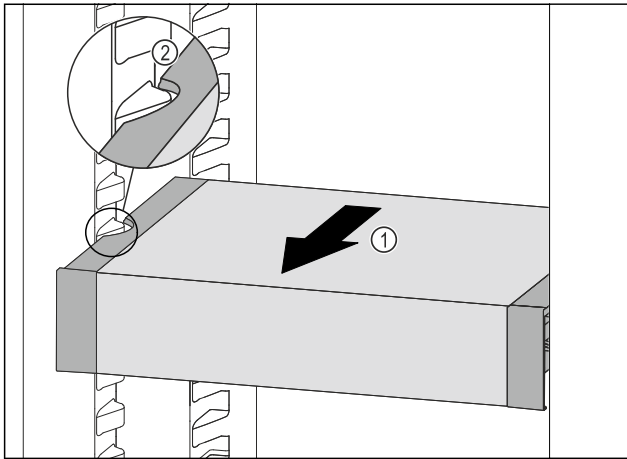

Fig. 65
- ▶ Потягнути VarioSafe вперед Fig. 65 (1), поки бокові заглиблення VarioSafe не опиняться на рівні ребра для емпності в охолоджувальному відділенні. Fig. 65 (2)